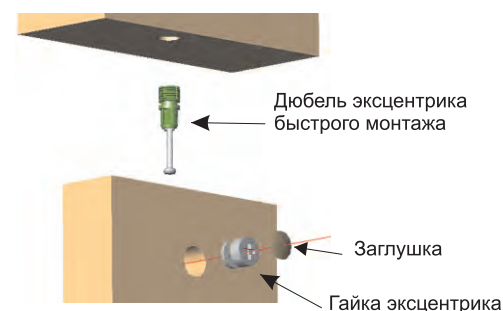

Рис.2
Соберите в месте опоры (4) и траверсы В и С. Вставьте эксцентриковые гайки (1б) и с помощью шестигранного ключа или отвертки (в комплект не входит) затяните их по часовой стрелке до фиксации (см. Рис.2). Установите на получившуюся конструкцию столешницу А и закрепите ее с помощью болтов (5) Вставьте в эксцентриковые гайки (1б) заглушки (2).